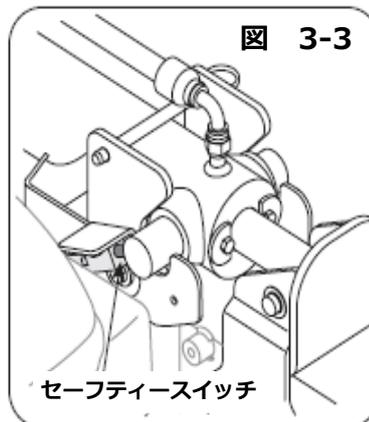

図 3-3
シリンダーがロックポジション (操作ポジション) にない場合 (収納状態) では、セーフティースイッチが入らずエンジンがかかりません。ロックポジションにシリンダーを移動し、このセーフティースイッチが入ることでエンジンがかかります。(図3-3参照)。
2. セーフティースイッチを押すようにセットし、ロッキングピンを再びさして固定させてください。(図3-3参照)